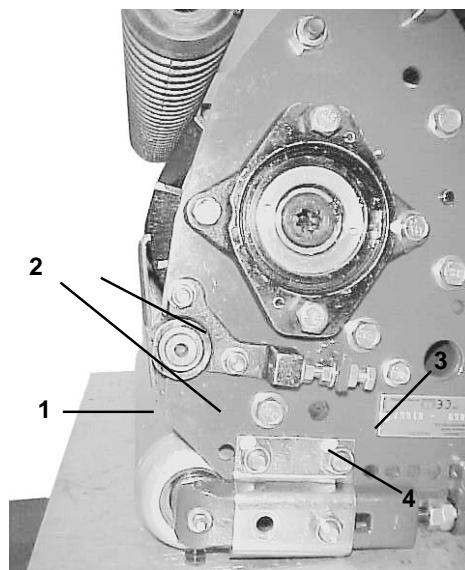

Figure 8
5. Desserrez les contre-écrous du moyeu du pivot pour lui permettre de bouger librement (Fig. 8).
6. Si le papier n'était pas coupé du côté gauche, desserrez l'écrou de réglage inférieur du moyeu de pivot, puis tournez l'écrou de réglage supérieur dans le sens des aiguilles d'une montre pour remonter le pivot. OU si le papier n'était pas coupé du côté droit, desserrez l'écrou de réglage supérieur du moyeu de pivot, puis tournez l'écrou de réglage inférieur dans le sens contraire des aiguilles d'une montre pour pousser le moyeu vers le bas (Fig. 8).